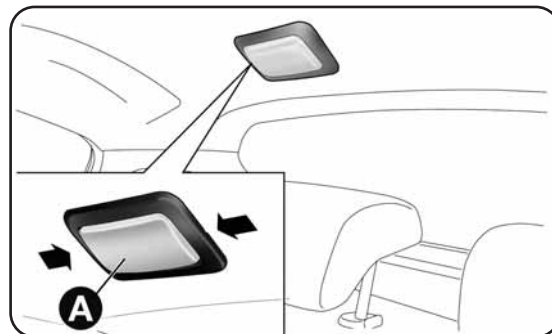
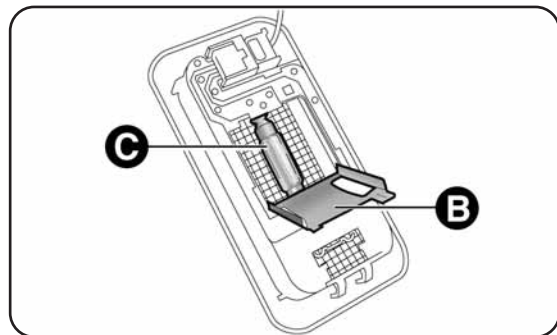

fig. 143
fig. 144
- enlever le plafonnier A-fig. 143 en utilisant les points indiqués par les flèches ;
- ouvrir le volet de protection B-fig. 144, remplacer l'ampoule C en la dégageant des contacts latéraux. Contrôler que la nouvelle ampoule est correctement bloquée entre les contacts ;
- refermer le volet de protection B-fig. 144 et fixer le plafonnier A-fig. 143 dans son logement en vérifiant qu'il est bien bloqué.